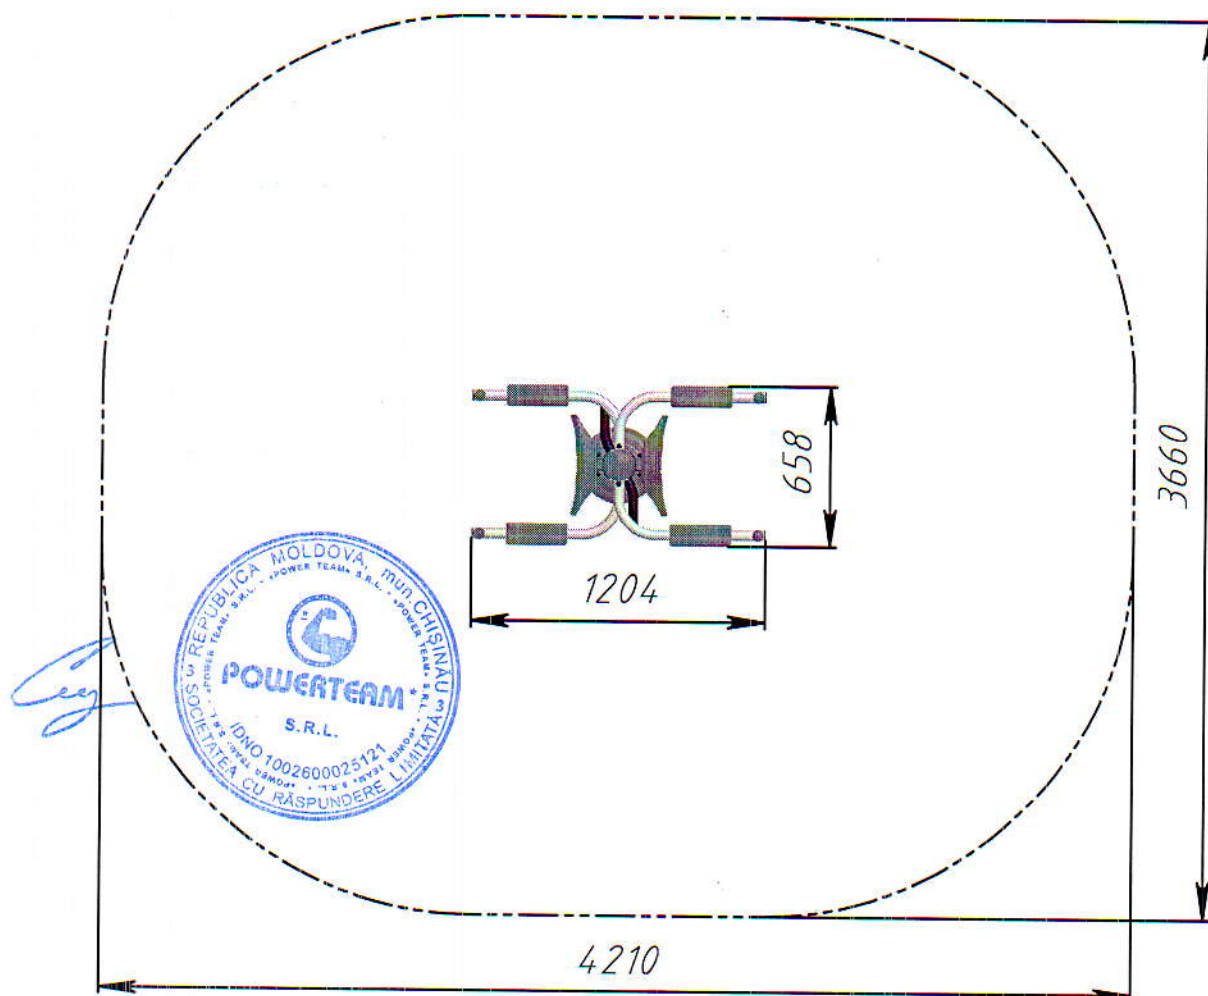

Рис.2 Зона безопасности тренажера РТР 513Т
3.5. Монтаж тренажера проводится на ровном месте в соответствии с планировкой размещения всего оборудования площадки. При монтаже необходимо обеспечить безопасную зону вокруг тренажера в соответствии с рис. 2.